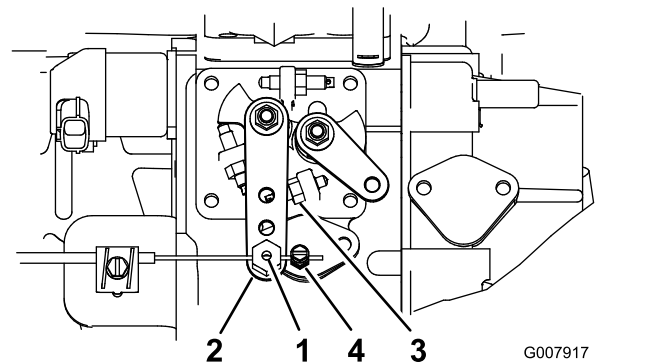

Рисунок 52
2. Ослабьте соединитель на тросике дроссельной заслонки рядом с рычагом насоса для впрыска топлива (Рисунок 52).
3. Удерживайте плечо рычага насоса для впрыска топлива прижатым к упору высокой частоты холостого хода (Рисунок 52).